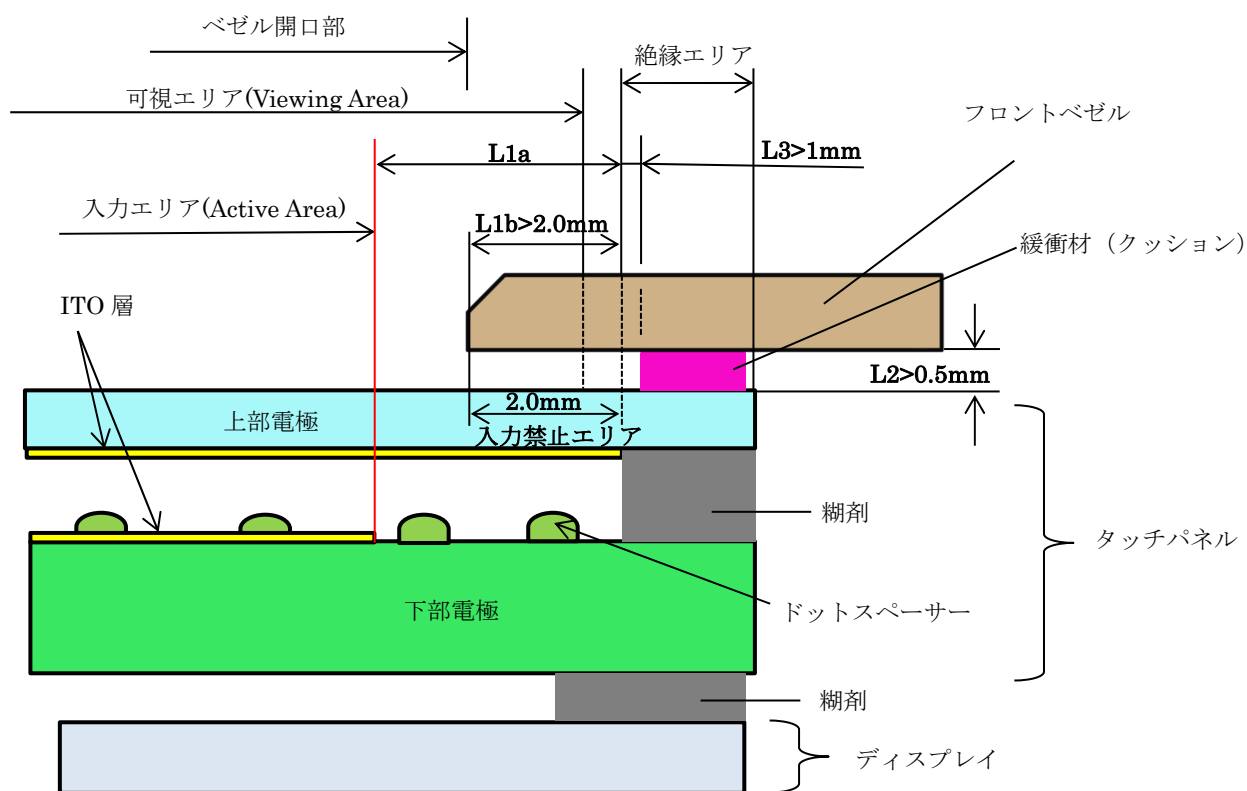

図 1
② 取り付け上の注意事項
a. ベゼルの先端 (図 1、2 参照)
b. ベゼルとタッチパネル間の間隔 (図 1、3 参照)
c. 入力エリアと絶縁エリア間 (図 1、3 参照)
d. 入力禁止エリアの扱い (図 1、4 参照)
e. 緩衝材(クッション)の使用について (図 1、5 参照)